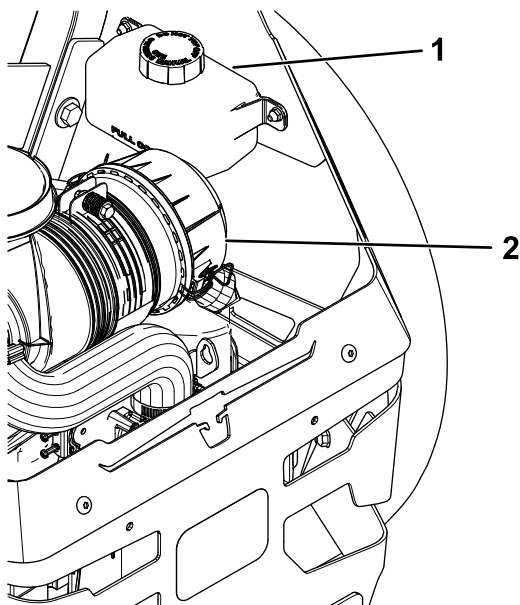

Figura 77
2. Compruebe el depósito de expansión y si es necesario, añada fluido hidráulico Toro® HYPR-OIL™ 500 hasta la línea FULL COLD (Figura 77).